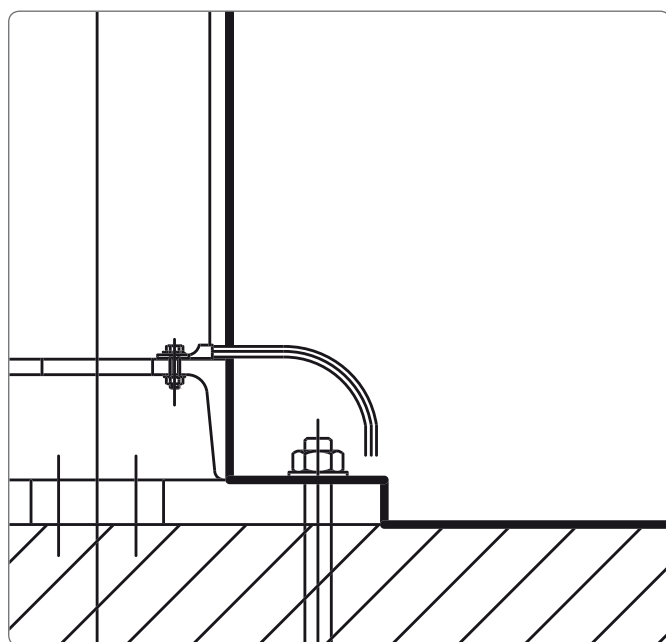

Abb. 2.3: Erdungskabel zwischen Dreieckstütze und Schraubfundament
3. Des Weiteren muss der Kontakt zum Erdreich hergestellt werden. Hierfür wird das zweite Erdungskabel vom Fußpunkt der Dreieckstütze z.B. zum Schraubfundament verlegt. Die Befestigung wird mittels einer M8 und einer M12 Schraube inklusive Zahnscheibe realisiert. (siehe Abb. 2.3)